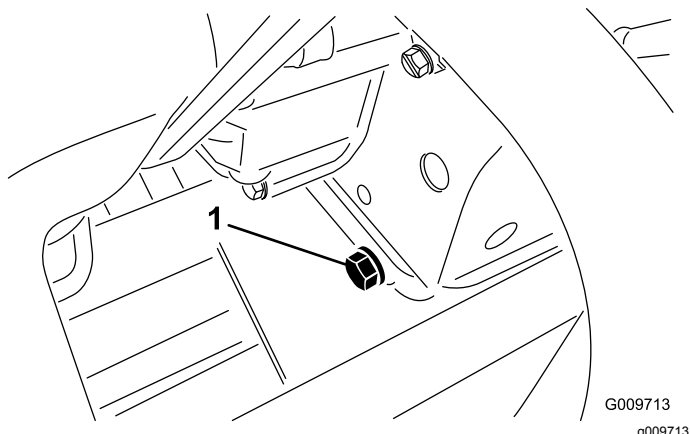

图 36
1. 拆下后排油塞 (图 36) 让油流入放油盘。油不再流时安装排油塞。